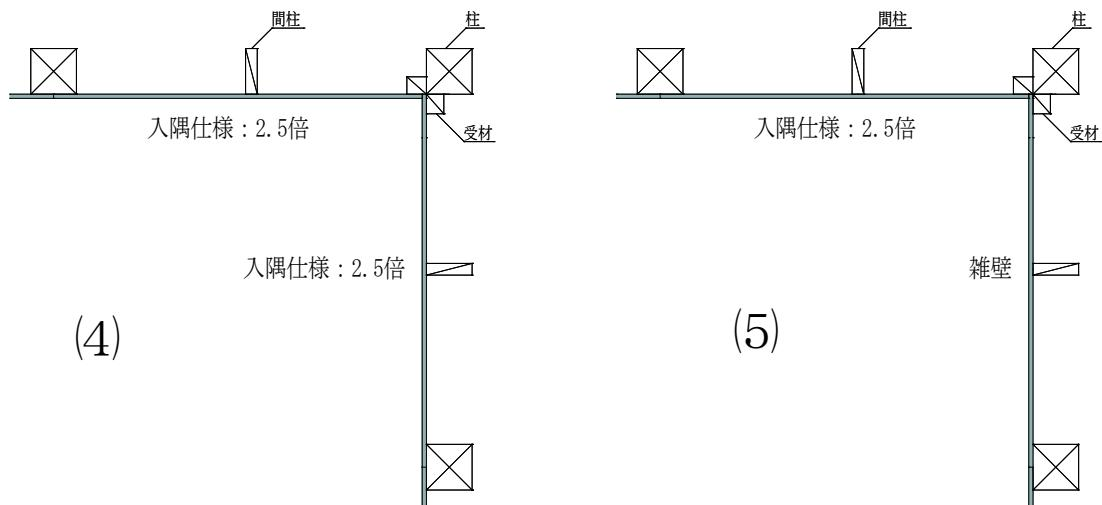

図10 入隅部の納まり図②
- ・(4)直交する両壁ともに耐力壁（2.5倍）とできます。また、(5)直交するどちらかの壁が雑壁であった場合でも、もう一方の壁は耐力壁（2.5倍）とできます（図10）尚、入隅部面材の勝ち負けおよび1P・2Pは問いません。